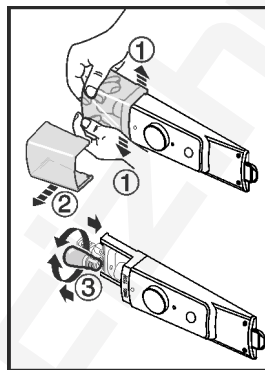

Fig. 14
- ▶ A lámpa fedelét belül, az elülső részen nyomja szét Fig. 14 (1), és húzza oldalra az ábrán látható módon Fig. 14 (2).
- ▶ Cserélje ki a lámpát. Fig. 14 (3)